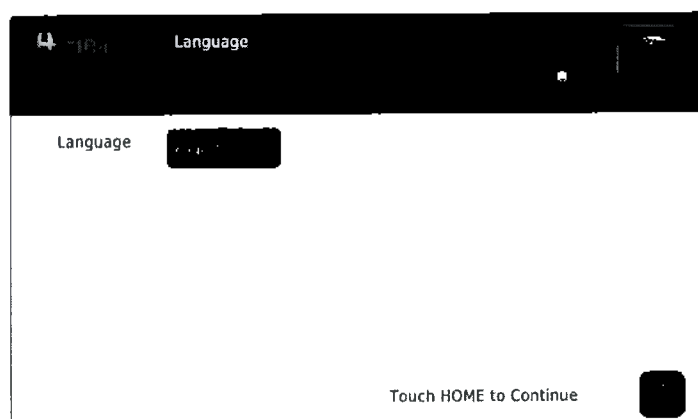

Рис. 14 – Окно выбора языка интерфейса
3. Выберите рабочий язык (рис. 14):